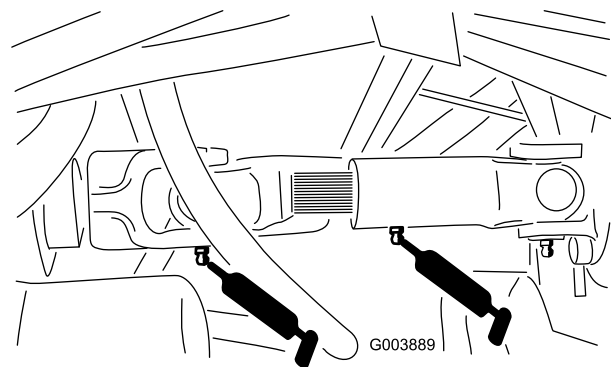

Bild 42
- 3 Schmiernippel an der Motorantriebswelle (Bild 42)